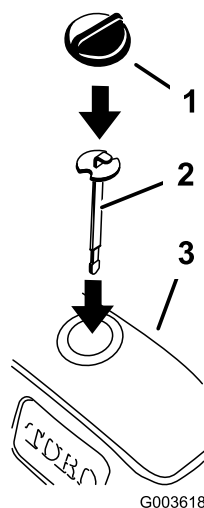

Bild 36
3. Setzen Sie den neuen Peilstab ein und prüfen Sie den Ölstand (Bild 36)